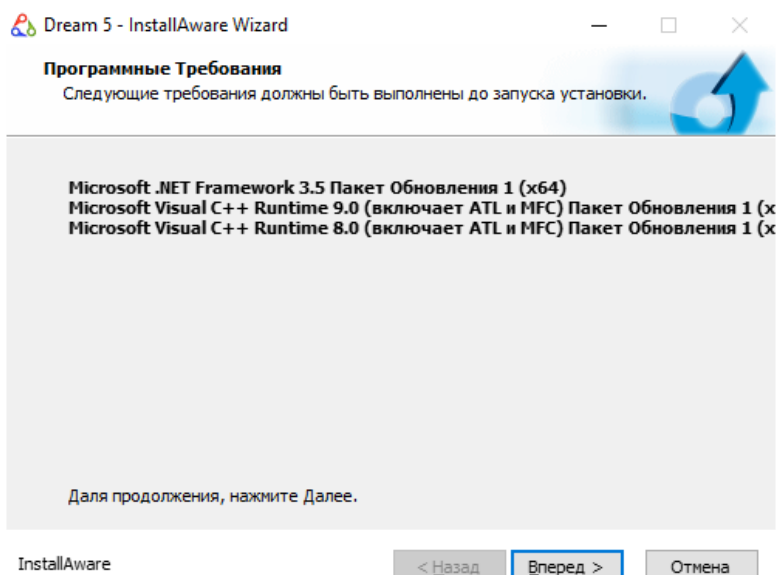

Рисунок 2.4.4
- в новом окне (см. Рисунок 2.4.4) подтвердить установку дополнительного ПО, необходимого для корректной работы «DREAM32 v.5», нажав кнопку «Вперёд»;